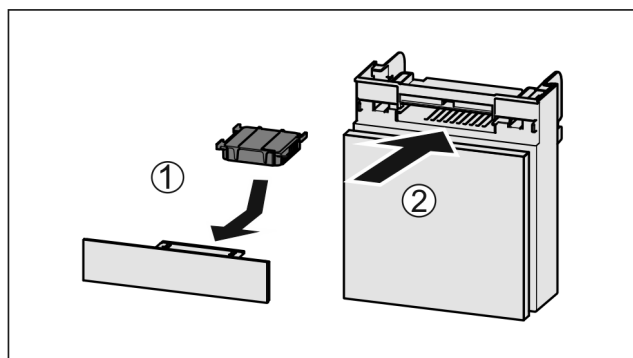

Fig. 182
- Filtr s aktivním uhlím vložte podle vyobrazení Fig. 182 (1).
- Zásuvku zasuňte Fig. 182 (2).